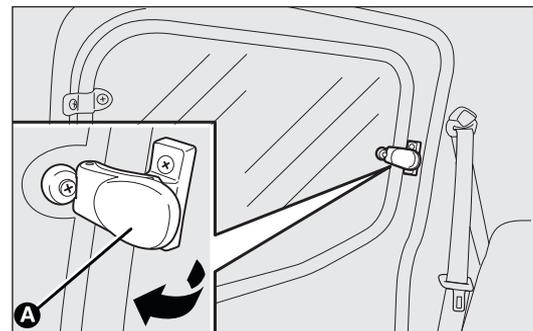

fig. 71
GLACES LATÉRALES ARRIÈRE AVEC OUVERTURE « EN COMPAS » (versions Doblò/Doblò Combi) fig. 71
- déplacer le levier A-fig. 71 vers l'extérieur jusqu'à obtenir l'ouverture complète de la glace.